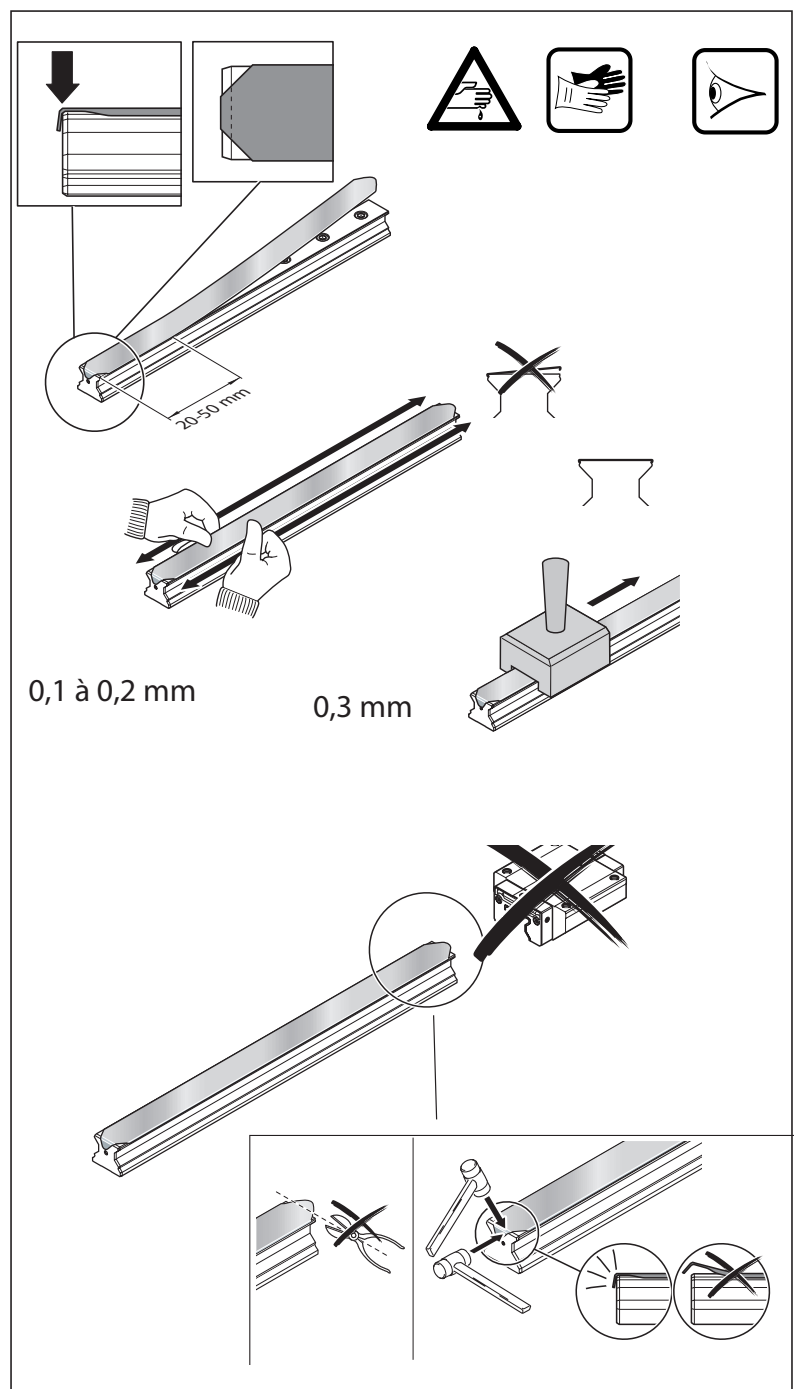

Fig. 37 : Montage des bandes de protection en cas de longueur de bande appropriée
➡ Fig. 37
- ▶ Replier la languette droite à l'aide d'un marteau en plastique. Ne pas couper ! ➡ Fig. 37
La bande de protection doit être appliquée sur les faces d'extrémité. ➡ Fig. 37
► Fig. 37
Corriger si nécessaire ► Fig. 37.